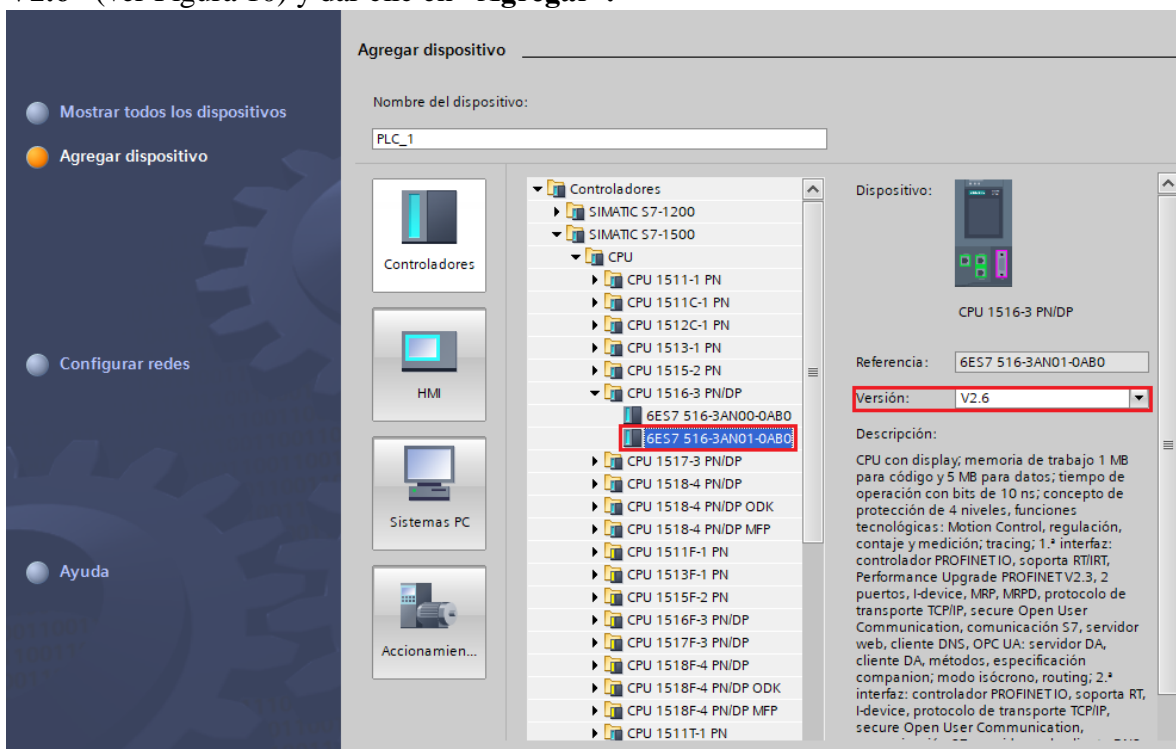

Figura 10. Selección del dispositivo que se va a utilizar.
- Dar clic en “Agregar dispositivos” y dar clic en “Controladores” / “SIMATIC S7-1500” / “CPU” / “CPU 1516-3 PN/DP” / “6ES7 516-3AN01-0AB0”, dentro de la opción “Versión” seleccionar “V2.6” (ver Figura 10) y dar clic en “Agregar”.